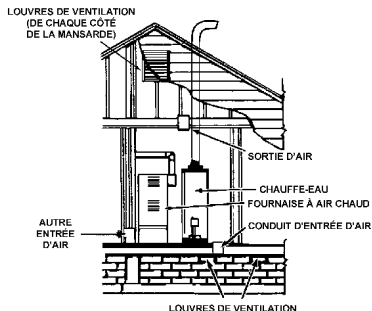

FIGURE 7
B. L'AIR EST ENTièrement TIRÉ DE L'EXTÉRIEUR DU BÂTIMENT (Voir fig. 7, 8 et 9.)
1. Chaque ouverture qui communique directement avec l'extérieur doit comporter une surface libre d'au moins 1 po² par 4 000 Btu/h (5,5 cm²/kW) de débit calorifique nominal total de tous les appareils se trouvant dans l'enceinte (fig. 7).